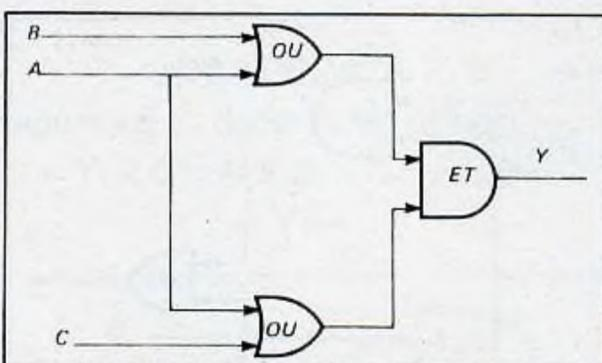

Fig. 51 : Schéma équivalent du circuit de la figure 50 (1re solution).
En suivant les équations logiques (1) et (2) nous obtenons les deux schémas logiques représentés par les figures 51 et 52.